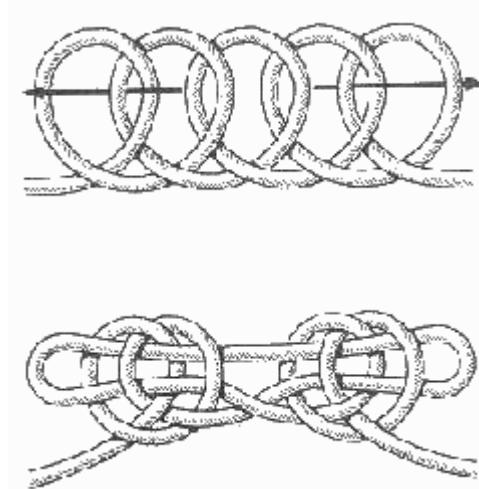

Рис. 114. Олимпийский узел
**Олимпийский узел** (рис. 114). Его назвали олимпийским потому, что он получается из пяти колец. Это старинный морской узел времен “золотого века паруса” – расцвета чайных, опиумных и шерстяных клиперов. На английском морском языке название этого узла весьма сентиментально – “Два сердца, бывающие как одно”. Несмотря на кажущуюся на первый взгляд громоздкость узла, вяжется он не сложнее топового (см. рис. 80). Олимпийский узел надежен и конкретно отвечает своему прямому назначению – укоротить на время трос.